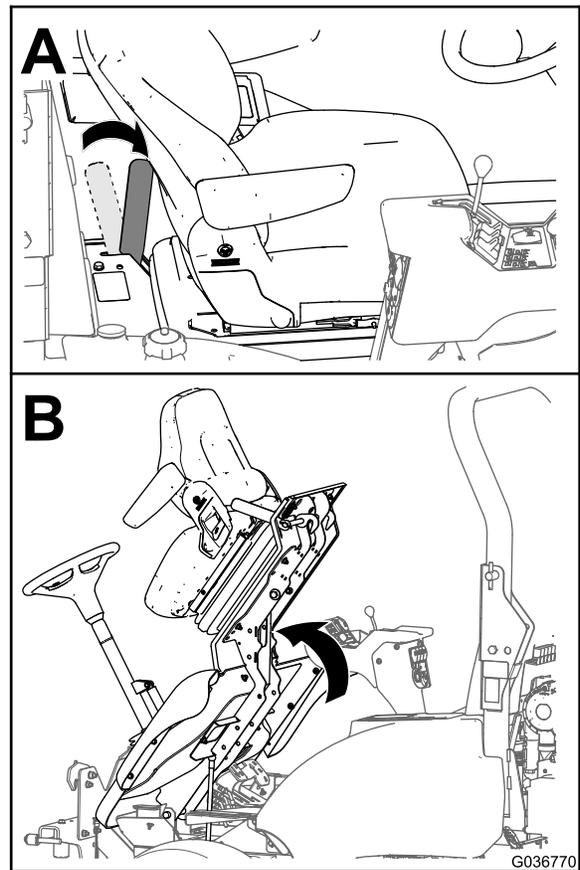

Figura 5
Mova a pega do trinco da plataforma para a posição de desbloquear e incline a plataforma do operador para a frente como se mostra na Figura 5.
A. Desça cuidadosamente a plataforma; consulte a Figura 5 em Elevação da plataforma do operador \(Modelos 30651, 30654, 30657 e 30659\) \(página 3\).
B. Mova a pega de trinco de bloqueio em direção à parte frontal do cortador à medida que a plataforma se aproxima da posição totalmente descida; consulte a Figura 5 em Elevação da plataforma do operador \(Modelos 30651, 30654, 30657 e 30659\) \(página 3\).
C. Desça completamente a plataforma e mova a pega de bloqueio em direção à traseira do cortador até que os ganchos do trinco engatem completamente na barra de bloqueio; consulte a Figura 5 em